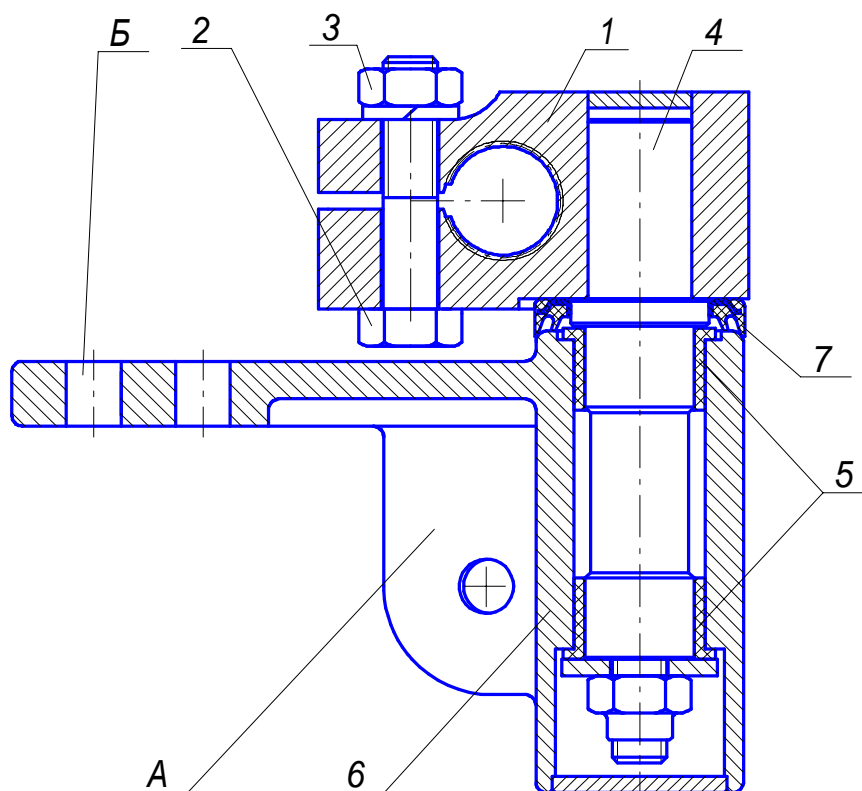

Рис. 4. Транслятор
1.4. Транслятор (рис. 4) установлен на валу опоры рычага переключения передач и предназначен для преобразования возвратно-поступательного движения каната троса во вращение и перемещение вала переключателя передач.
3.3 НЕОБХОДИМО ОБРАТИТЬ ВНИМАНИЕ на затяжку болтового соединения 2 и 3 (рис. 4), фиксирующего шлицевой корпус транслятора на валу опоры КПП.
Допускается применение самоконтрящейся гайки в болтовом соединении 2 и 3 (рис. 4).
3.6 При проведении ТО необходимо обратить внимание на целостность уплотнительных манжет транслятора (рис.4, поз.7).